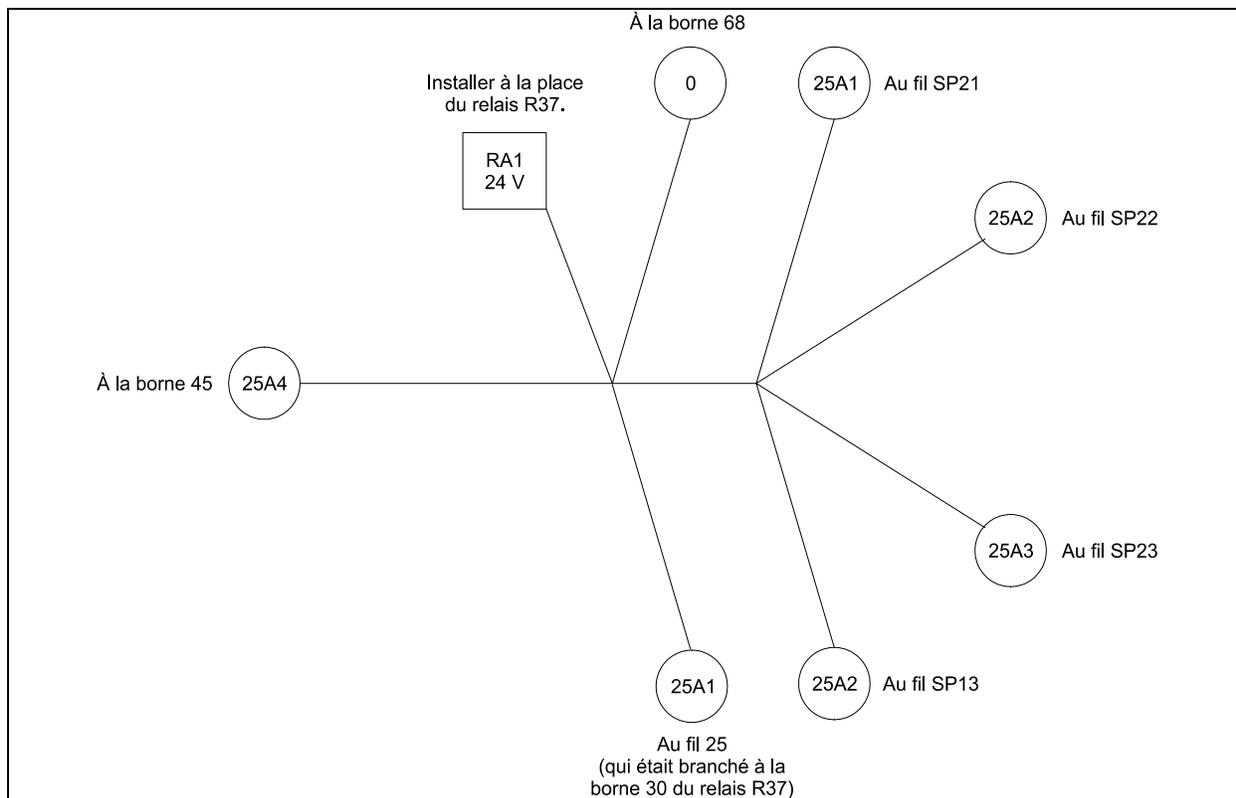

FIGURE 22 : INSTALLATION DU FAISCEAU DE CÂBLES 065241 DANS LA BOÎTE DE JONCTION ARRIÈRE
25. Connectez le fil 25A1 du faisceau #065151 au fil 25 existant (venant de l'installation précédente). Se référer à la figure 22.
26. Connectez le fil 25A2 du faisceau #065151 au fil de réserve SP13, situé au-dessus du solénoïde du démarreur. Placez la gaine thermorétractible autour de la connexion et chauffez (voir la figure 22).